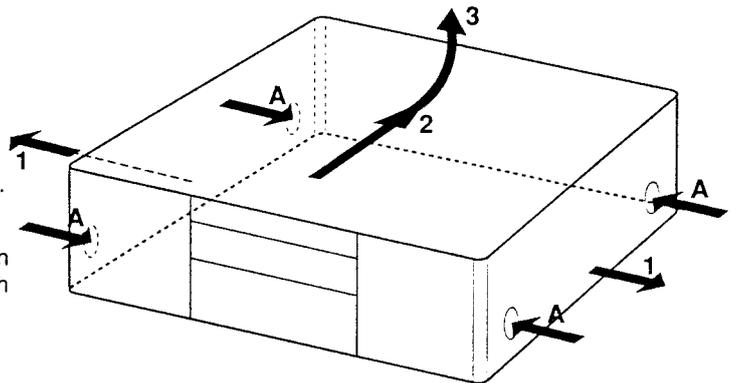

Fig.1
- Die vier Schrauben A herausschrauben (siehe Fig. 1).